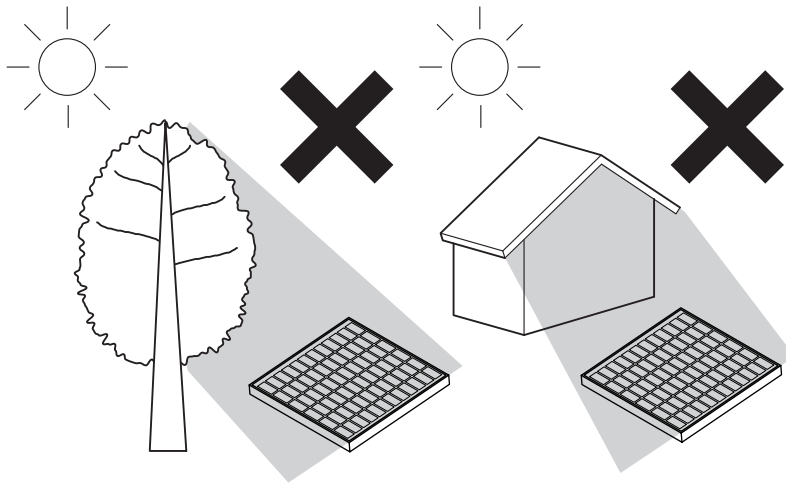
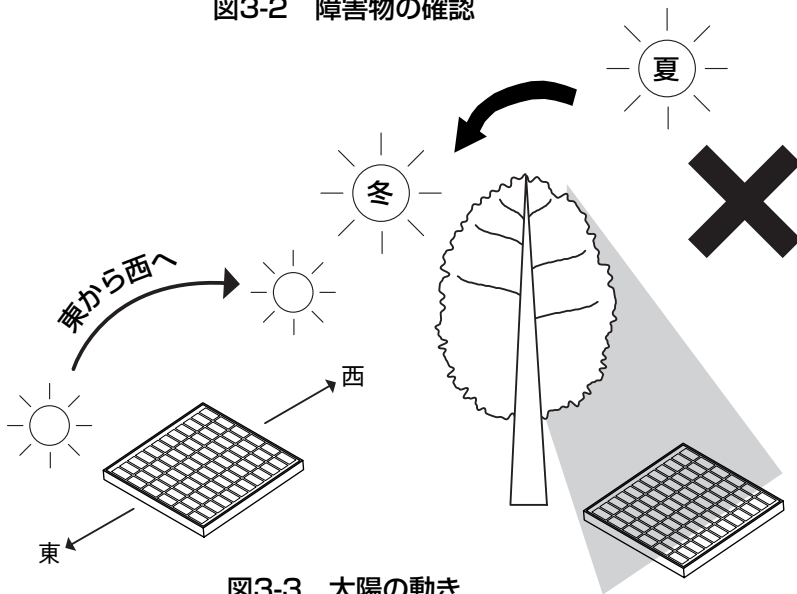

図3-2 障害物の確認
図3-3 太陽の動き
- ソーラーパネルと太陽の間に四季を通して太陽光をさえぎる樹木・建物などの障害物がないことを確認してください。(図3-2参照) 特に冬場に施工する場合は、夏場に樹木の葉の影響を受けないことを確認してください。(図3-3参照)